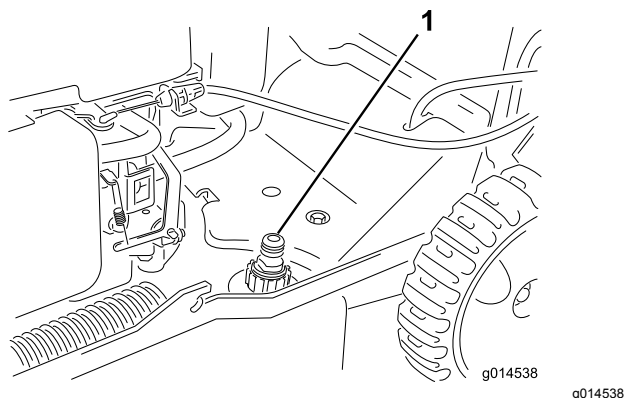

Figura 18
3. Conecte una manguera de jardín que esté conectada a un grifo al orificio de lavado (Figura 18).